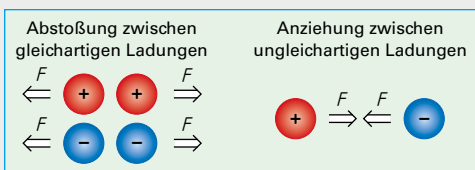

Bild 1: Krafteinwirkungen zwischen elektrischen Ladungen
3. Zwischen elektrischen Ladungen bestehen Kraftwirkungen (**Bild 1**).